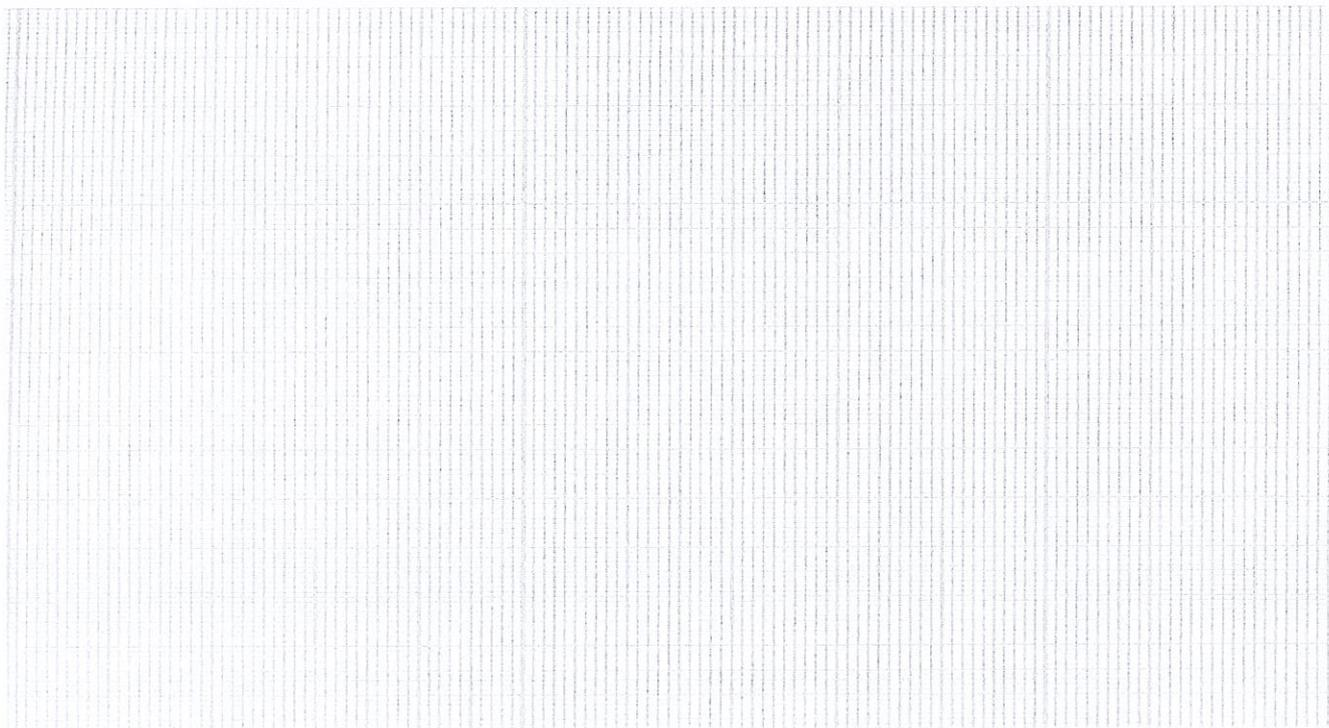

Figure 3 : Courbe dilatométrique à tracer
- 3.) Tracer, en la commentant de manière précise, la courbe dilatométrique attendue pour un refroidissement conduisant à un acier trempé présentant une dureté de 36HRC. Utiliser la feuille millimétrée de la figure 3.